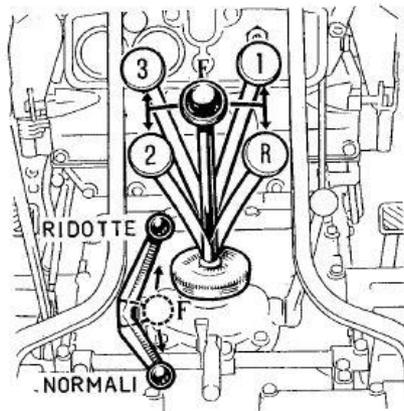

Fig. 5. - Posizioni leve comando marce e riduttore di velocità.
11. Leva comando riduttore di velocità: la fig. 5 illustra le sue posizioni per ottenere velocità ridotta o velocità normale. Può anche trovarsi in posizione di folle ed in tal caso non si ha trasmissione di moto ai cingoli. Per manovrarla con motore in moto, disinnestare la frizione.
12. Leva delle marce: le posizioni corrispondenti alle marce avanti ed alla retromarcia sono illustrate nella fig. 5. Prima di cambiare marcia disinnestare la frizione.
1. Portare la leva del cambio e quella del riduttore (ved. fig. 5) nella posizione voluta.